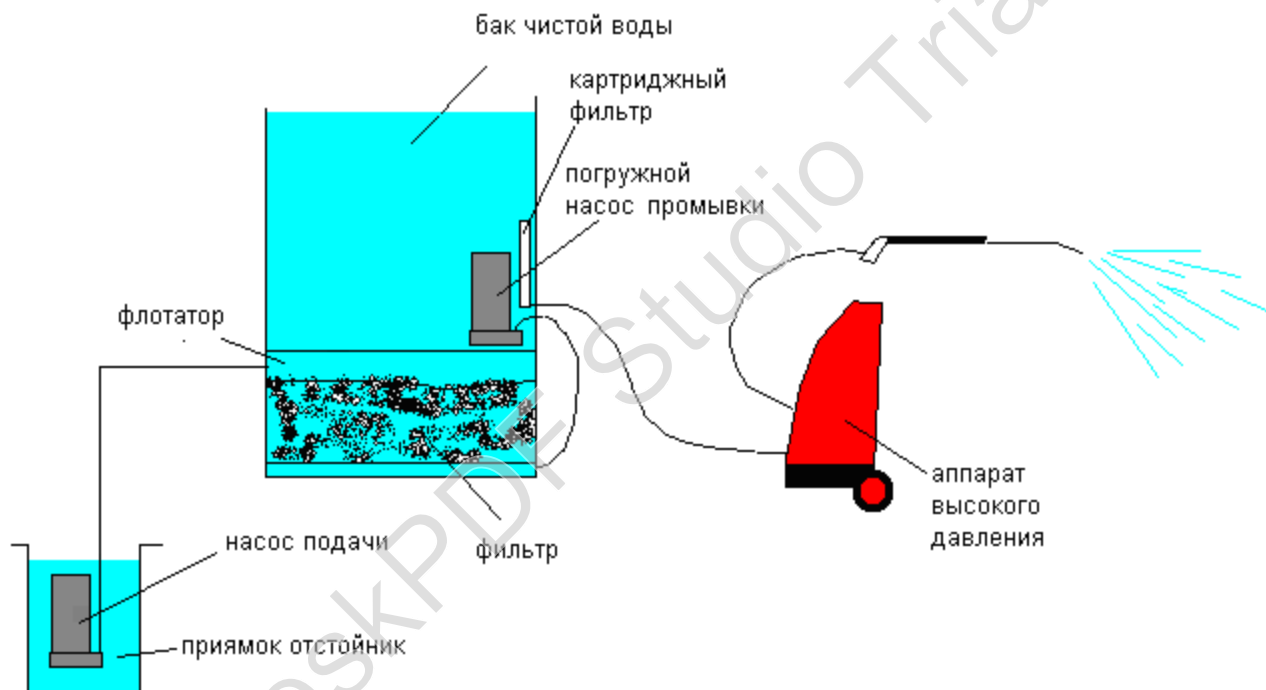

Рис. 6.1.
6.1. Принципиальная схема установки УКО®-2 приведена на рис. 6.1.